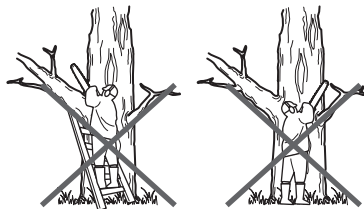

Fig. 32
- > Ne tenez jamais l'appareil à bout de bras, et n'essayez pas de couper dans des endroits difficiles à atteindre. Ne le tenez jamais au-dessus des épaules (Fig. 32).